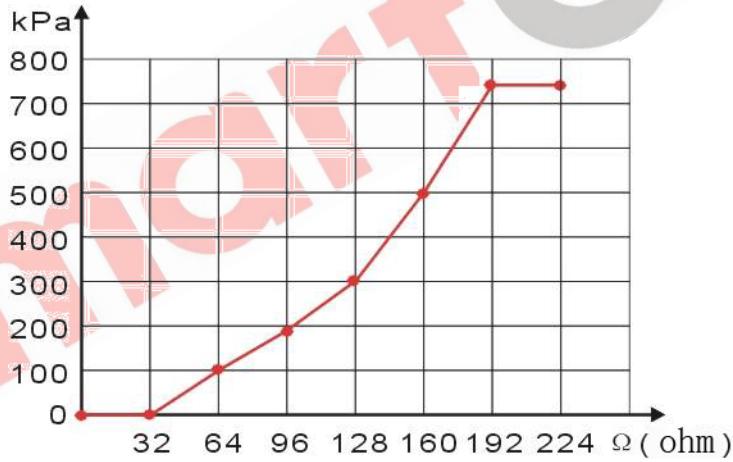

图 7 曲线设置
- 可以将最前面的几个点或最后面的几个点纵坐标设成一样。如图 7 所示: